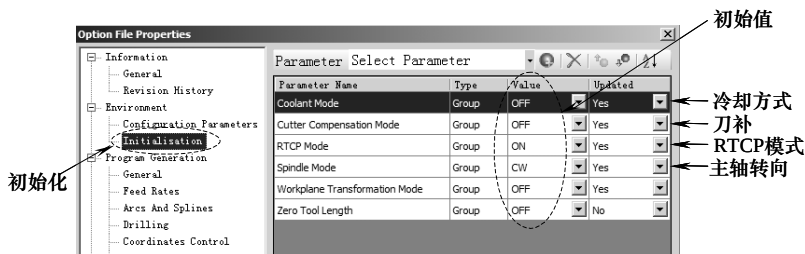

图 9-24 初始化
2) Environment→Initialisation: 初始化。如图 9-24 所示, 设置后处理开始时的初始参数, 如冷却方式、刀具补偿模式。